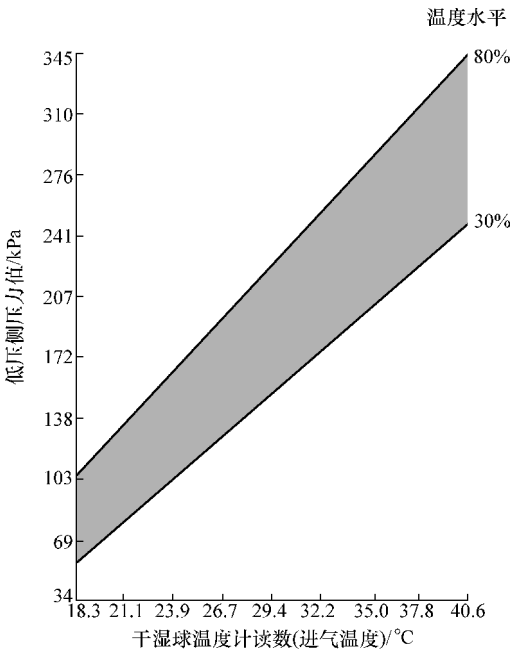

图 7-7 低压侧压力/进气温度图
6) 记录低压侧压力/进气温度，并对低压侧压力/进气温度图进行评价，如图 7-7 所示。低压侧压力与周围空气温度在阴影区域交叉为正常，若超出此区域说明制冷性能不良，应进一步检测。